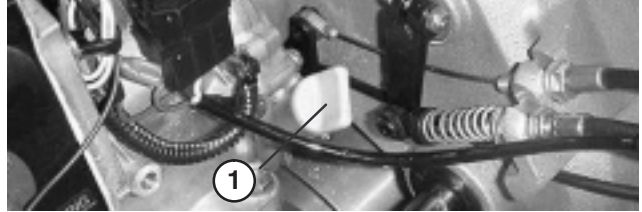

Figure 8
1. Disposez la machine de sorte que le moteur soit de niveau et nettoyez la surface autour de la jauge d'huile (Fig. 8).